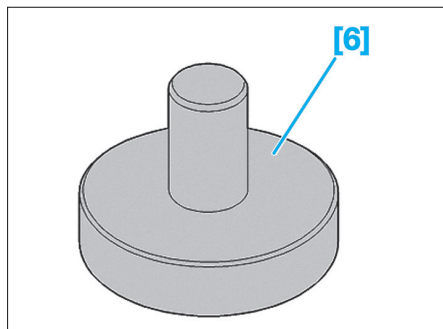

Fig. 52
- [6]. Tampon d'emmanchement de la cible d'antiblocage de roue arrière (réf : 0819) (Fig.52).